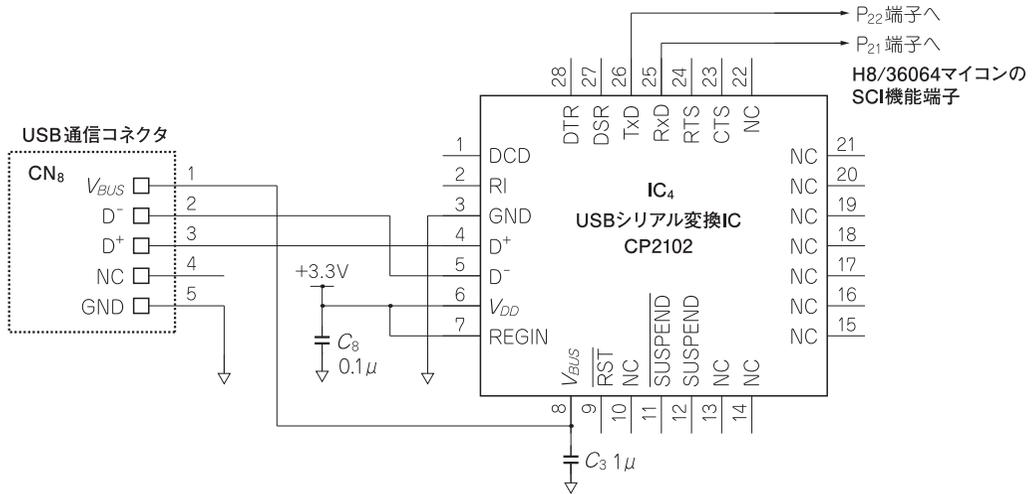

図1-13 外付け部品はほとんど必要ない，USBシリアル変換IC(CP2102)周辺の回路構成
**見本** マイコン・ボードに搭載されているCP2102は，米国のシリコンラボラトリー社(Silicon Laboratories)のUSBシリアル変換ICです，図1-13に，USBシリアル変換IC(CP2102)周辺